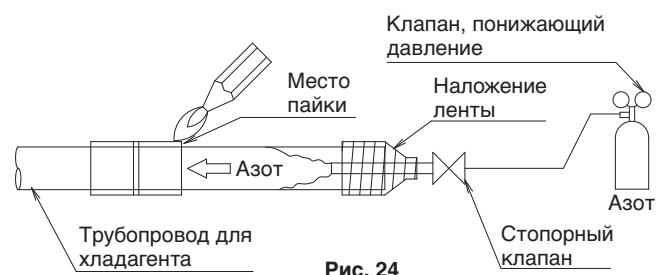

Рис. 24
- Прежде чем запаивать трубопровод хладагента, пропустите азот через трубопровод хладагента и выполните операцию замещения воздуха азотом (ПРИМЕЧАНИЕ 1). (См. **Рис. 24**) Затем выполните запаивание (ПРИМЕЧАНИЕ 2). После завершения работы по запаиванию, выполните соединение развальцовки с блоком. (См. **Рис. 21**)